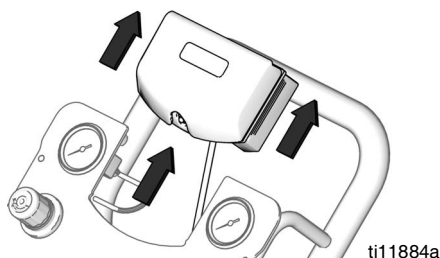

ABB. 11. DataTrak entfernen
3. DataTrak-Modul aus der Halterung entfernen. Siehe ABB. 11. Das Modul und zugehörige Kabel an einem Ort außerhalb des Gefahrenbereichs ablegen.